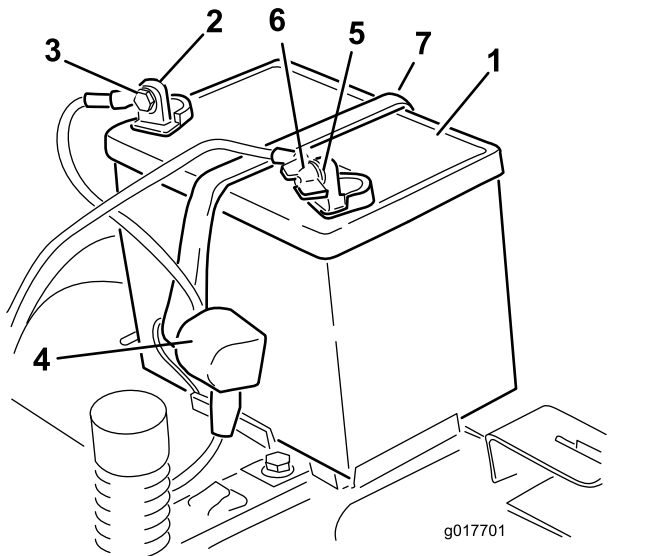

Figure 50
4. Débranchez le câble négatif (noir) de mise à la masse de la borne de la batterie (Figure 50).
6. Débranchez le câble positif (rouge) de la borne de la batterie (Figure 50).
7. Déposez la barrette de maintien de la batterie (Figure 50) et soulevez la batterie de son support.
1. Placez la batterie dans son support (Figure 50).
5. Fixez la batterie en place à l'aide de la barrette de maintien (Figure 50).